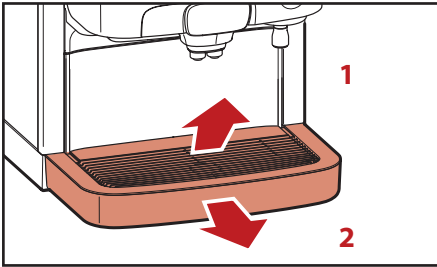

Fig. 5.1 - Fjern kopp- og dryppebrett
1. Fjern koppbrettet (fig 5.1, 1).